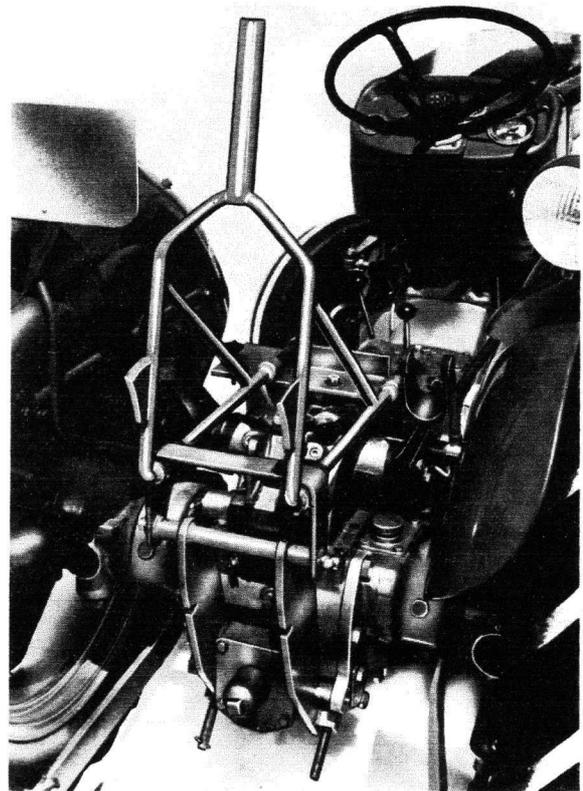

Fig. 1
- 5° Mettre en place les releveurs MARU et MIRU comme indiqué à la figure 1.